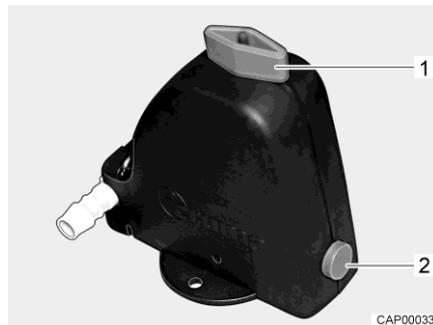
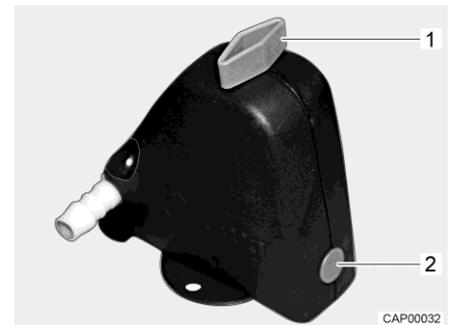

Bild 86 Sicherheits-/Ablassventil geöffnet
Bild 87 Sicherheits-/Ablassventil geschlossen
- Sicherheits-/Ablassventil schließen. Dazu Drehknopf (Bild 86,1) quer zum Sicherheits-/Ablassventil drehen und Druckknopf (Bild 86,2) hineindrücken. Das geschlossene Sicherheits-/Ablassventil ist in Bild 87 dargestellt. Bei Temperaturen unter 6 °C lässt sich das Sicherheits-/Ablassventil nicht schließen.